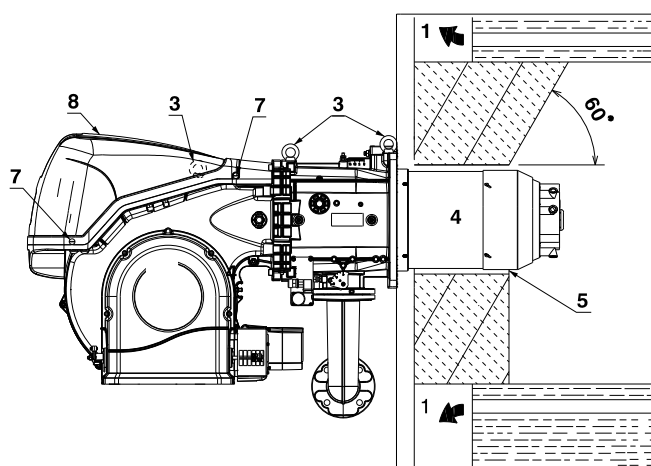

Abb. 15
Für Heizkessel mit vorderem Abgasumlauf 1)(Abb. 15) oder mit Flammenumkehrkammer muss eine Schutzschicht aus feuerfestem Material 5), zwischen feuerfestem Material des Kessels 2) und Flammrohr 4) ausgeführt werden.
Für Heizkessel mit wassergekühlter Frontseite ist die Verkleidung mit feuerfestem Material 2)-5)(Abb. 15) nicht notwendig, sofern nicht ausdrücklich vom Kesselhersteller erfordert.
Ein entsprechendes Hebesystem vorbereiten, dazu zuerst die Arretierschrauben 7) der Verkleidung 8) lösen und dann das System an den Ringen 3)(Abb. 15) einhängen.
- Den beige packten Hitzeschutz am Brennerrohr 4)(Abb. 15) einpassen.